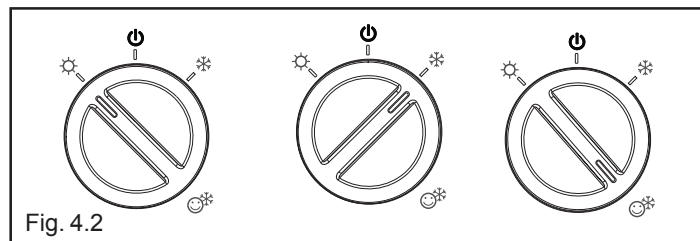

Fig. 4.2
- posizionare l'interruttore generale dell'impianto su acceso e posizionare il selettore di funzione su estate ☀, inverno ❄ o inverno con preriscaldamento ☺ (fig. 4.2) a seconda del tipo di funzionamento prescelto.
Per ripristinare il funzionamento è necessario posizionare il selettore di funzione su "OFF/RESET" e riportarlo quindi nella posizione desiderata: estate, inverno o inverno con preriscaldamento (fig. 4.2).